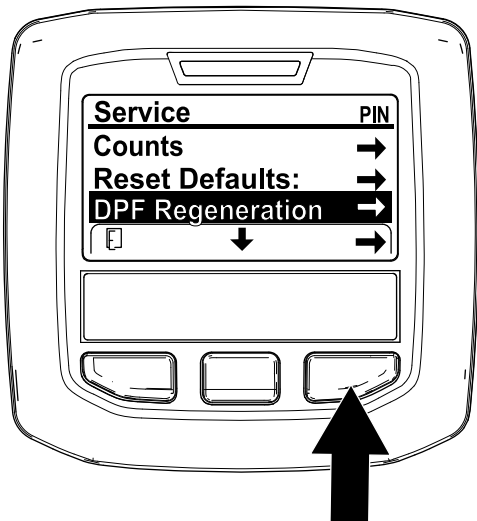

Figure 59
1. Dans le menu Entretien, utilisez le bouton central pour naviguer jusqu'à l'option DPF REGENERATION (régénération du FAP) (Figure 59).